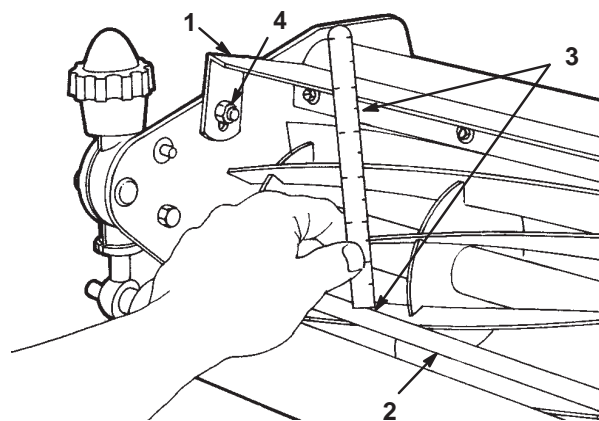

図 8
1. カuttingユニットを通常の姿勢で作業台に置き、前クロス・バー上面からシールドまでの距離をユニットの左右で計測する（図8）。
2. 通常の刈り込み条件では、上記の距離が 121 mm となるように調整する。調整はユニット左右にあるシールド固定ボルトとナットをゆるめて行う（図8）。